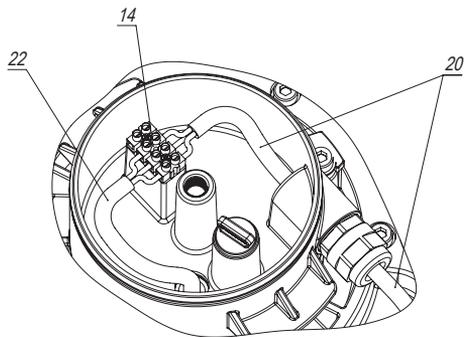

Рисунок 7
Кабель от насоса (22) и сетевой кабель (20) подключаются (рисунок 7) в клеммную колодку (14).